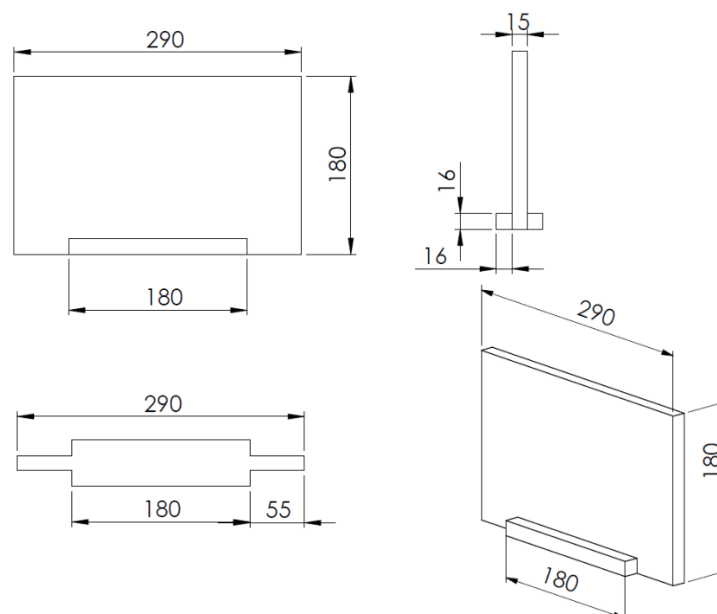

Figura 9: Dimensões das divisórias.
- 4.3.2. As paredes do labirinto serão confeccionadas com placas de madeira de cor clara, conforme as dimensões apresentadas na Figura 9. A tolerância para as medidas das divisórias será de ( $\pm 5$  mm).